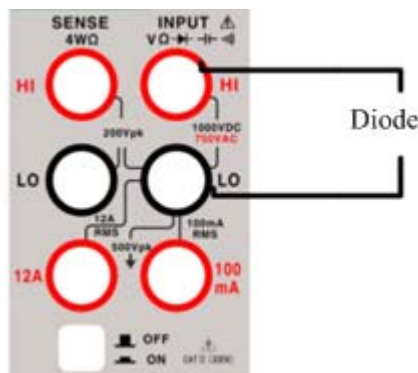

图 2.6.2 二极管测量端子连接
- 2、按图 2.6.2 所示，将红色和黑色测试引线连接到各自的输入端子。
- 3、按照图 2.6.2 所示将测试引线和二极管端子连接好，读取显示值。